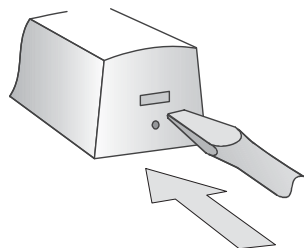

fig. 1
- Ouvrez le capot du détecteur (en appuyant sur le cliquet, voir la fig. 1).